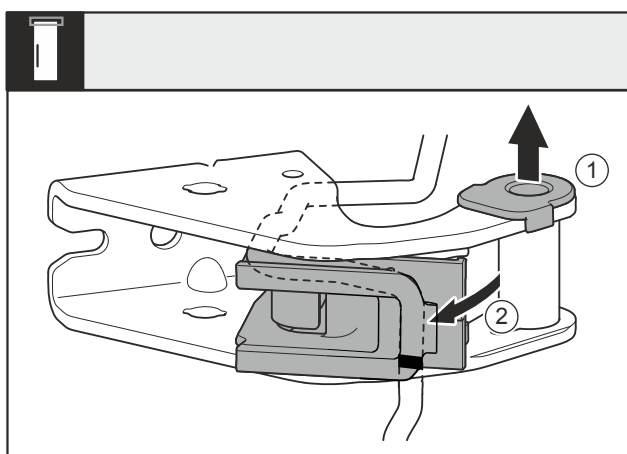

Fig. 27
- ▶ 将轴衬 Fig. 27 (1) 从导向装置拉出。
- ▶ 旋出电缆支架 Fig. 27 (2)。